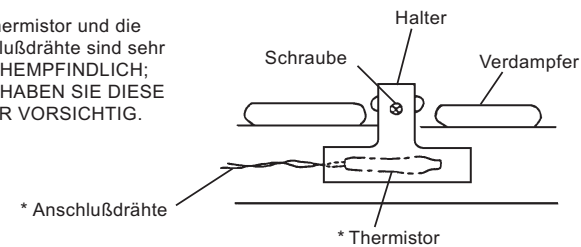

Abb. 29
- 5) Den neuen Thermistor anbringen, indem Sie obige Schritte in umgekehrter Reihenfolge ausführen. Dazu eine Dichtungsmasse benutzen (mit hoher Wärmeleitfähigkeit). Siehe Abb. 29.